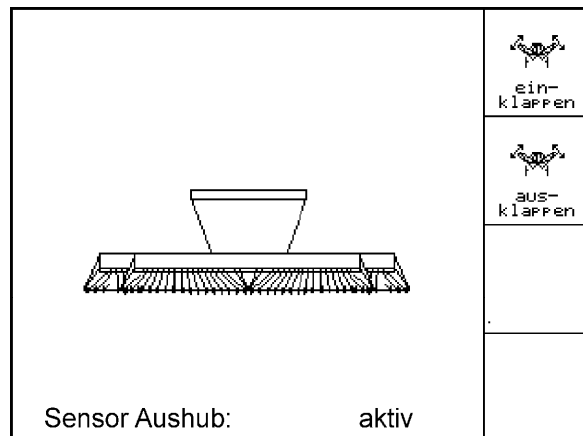

Fig. 71
-  Gå til undermenyen Folde inn/ut (Fig. 71).